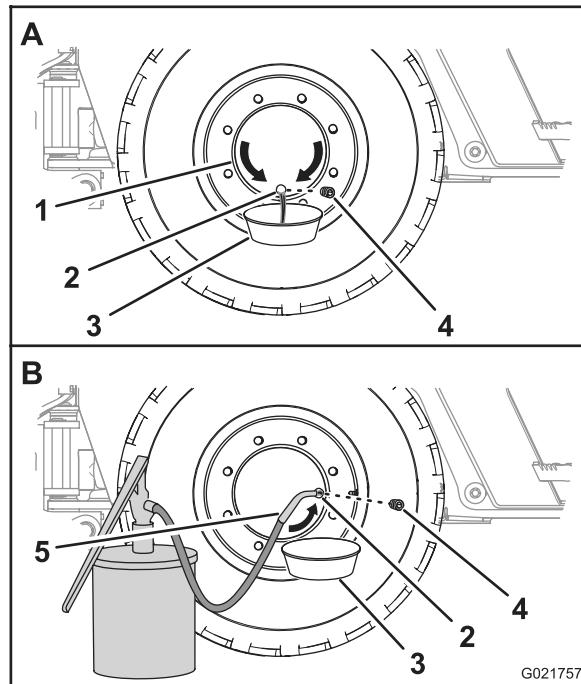

Figura 85
2. Posicione uma bandeja de drenagem sob o orifício de drenagem do cubo (Figura 85).
3. Retire o bujão e drene o óleo do planetário (Figura 85).
5. Mova a máquina para frente ou para trás até que o bujão do cubo esteja na posição de 3 hs ou 9 hs (Figura 85).